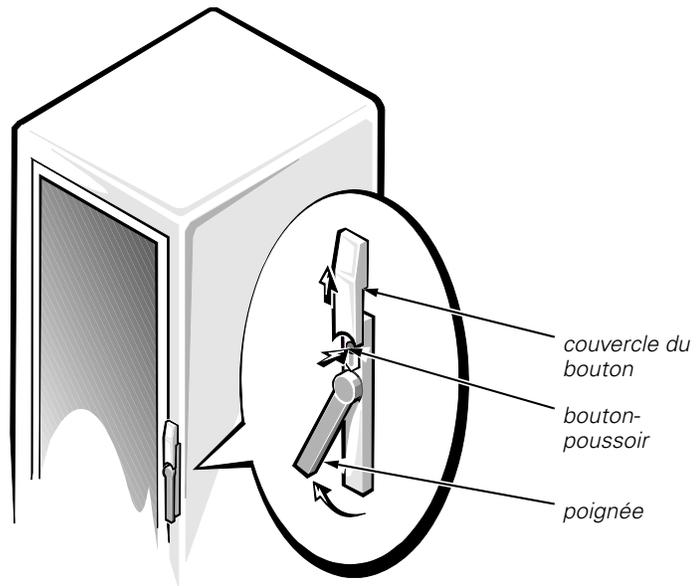

Figure 2. Ouverture du loquet de la porte
1. Ouvrez le loquet sur la porte avant (voir la figure 2).
3. Fermez le loquet de la porte en tournant la poignée dans le sens contraire des aiguilles d'une montre jusqu'à ce qu'elle s'arrête, poussez la poignée jusqu'à ce qu'elle se verrouille en place et faites glisser le couvercle sur le bouton-poussoir (voir la figure 2).